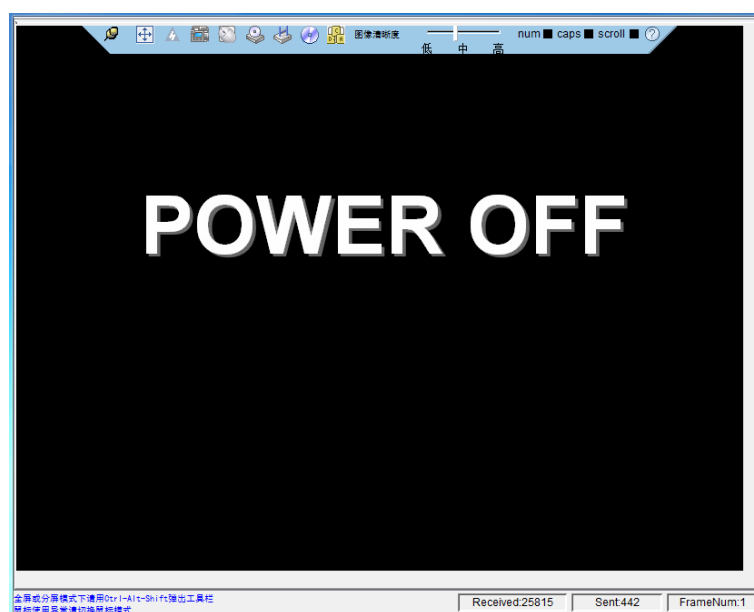
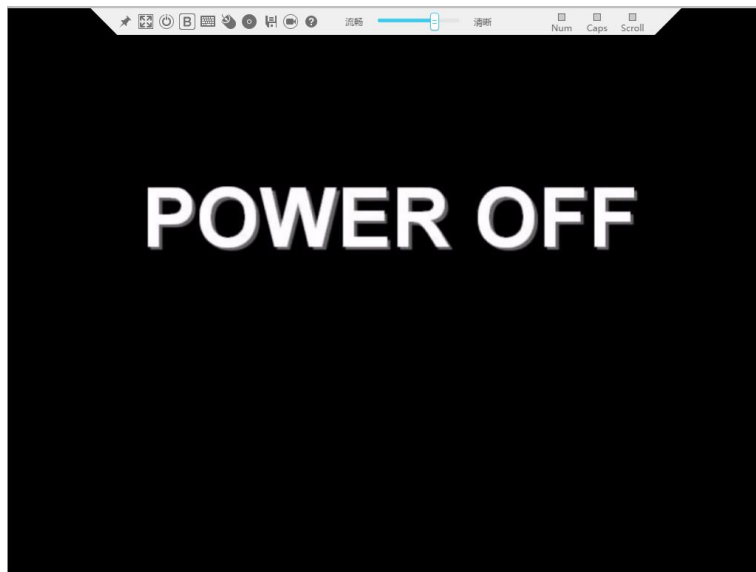

图 12-2 实时操作控制台（Java）
图 12-3 实时操作控制台（HTML5）
3. 单击“Java 集成远程虚拟控制台(独占)”、“Java 集成远程虚拟控制台(共享)”、“HTML5 集成远程控制台(独占)”或“HTML5 集成远程控制台(共享)”，进入服务器的实时操作控制台，如图 12-2 或图 12-3 所示。